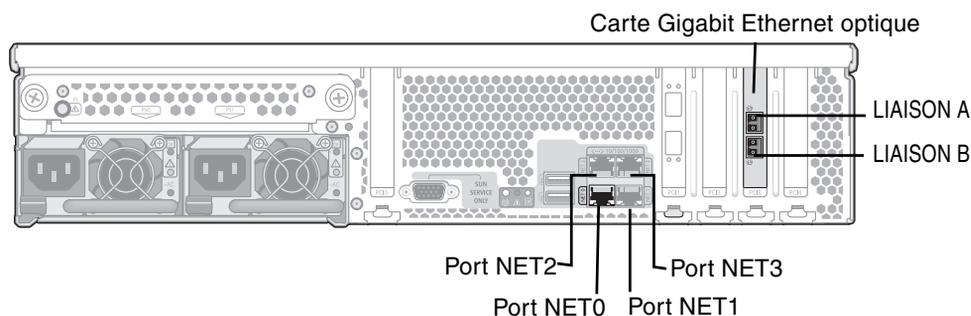

FIGURE 5-28 Ports NIC HA dans une configuration à deux serveurs
Le système de passerelle en cluster Sun StorageTek 5320 NAS à deux serveurs est en général configuré avec quatre ports Gigabit cuivre embarqués et deux cartes Gigabit Ethernet à double accès (FIGURE 5-28).
- Connectez un câble Ethernet Cat5 (pour un réseau 100BASE-T) ou Cat5e (pour un réseau 1000BASE-T) entre le LAN et le port NIC NET1, NET2 ou NET3 à l'arrière de chacun des serveurs (voir la FIGURE 5-28 pour l'emplacement des ports NIC).
- Connectez un câble réseau optique du réseau au connecteur Gigabit Ethernet optique supérieur (LIAISON A) et un autre câble réseau optique au connecteur Gigabit Ethernet optique inférieur (LIAISON B) à l'arrière de chacun des serveurs (voir FIGURE 5-28 pour l'emplacement des ports NIC et Gigabit Ethernet optiques).